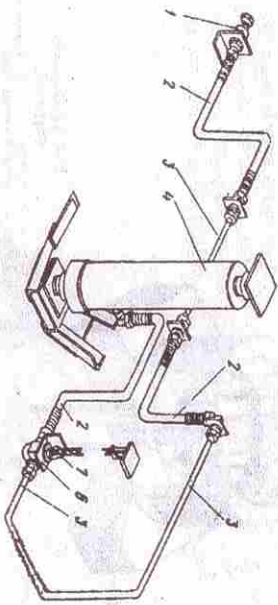

Рис. 17. Схема соединений гидравлическая:
4.9. Схема соединений гидравлическая (рис.17). Гидросистема опрокидывающего механизма служит для подъема платформы при разгрузке. Состоит из разрывной муфты 1, гибких шлангов 2, гидроцилиндра 4, трубок 3, крана ограничения угла опрокидывания платформы 6, цепи 7.
При достижении угла поддема цепь 7 (см. рис. 17) поднимает поршень 2 в верхнее положение. Буртик «В» (см. рис. 20) освобождает шарик 3, который сдвигается на свое седло и прекращает подачу масла в гидродвигатель прицепа. Подъем платформы прекращается.
Велитина угла поддема регулируется длиной цепи 7 (см. рис. 17), для платформы с основными и наделавными бортами при свале груза на боковые стороны на 50° длина цепи должна быть 900 мм.